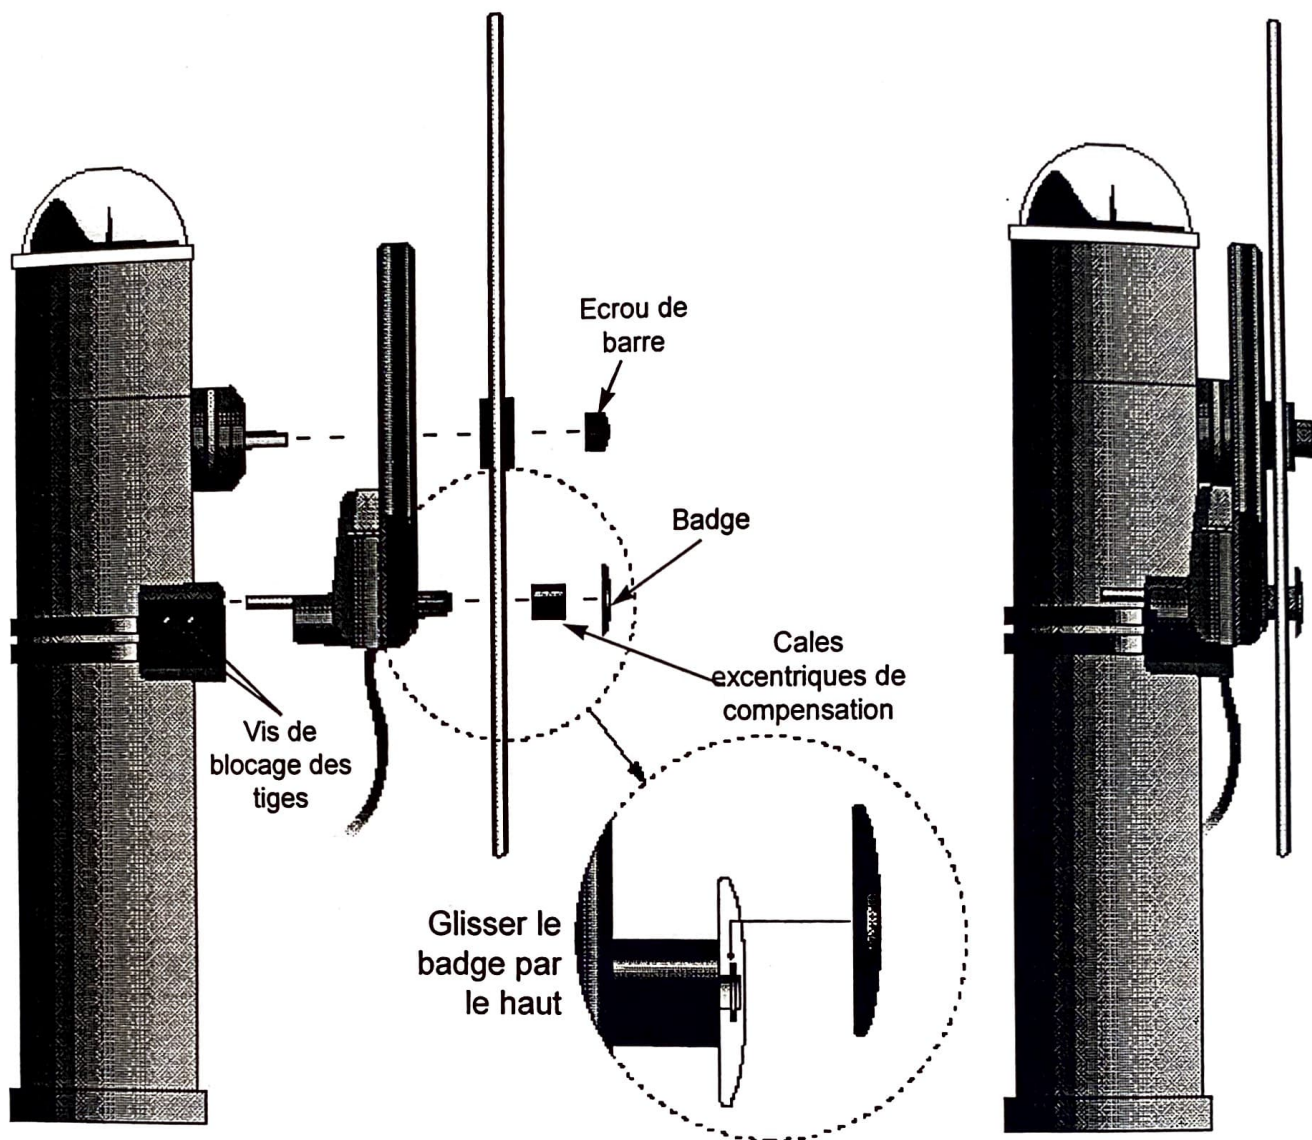

Fig 5.8 - Montage final
11. Clipser le badge Simrad en place en le faisant glisser du haut vers le bas (fig 5.8).